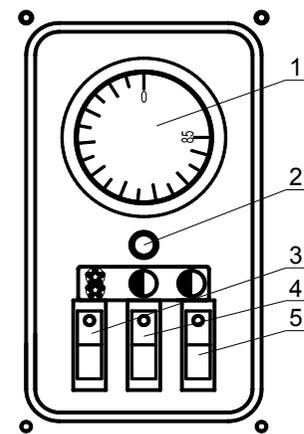

Рис.2 Панель управления.
4.7 На лицевой стороне кожуха закреплена панель управления рис.2 с установленными на неё элементами управления: регулятор температуры 1, лампа индикации 2, три клавишных выключателя 3,4,5. Регулятор температуры 1 служит для регулирования температуры воды в водонагревателе. Его термобаллон закреплен на верхнем фланце колбы.
7.4. Включите электропитание автоматическим выключателем, должна загореться сигнальная лампа 2 на панели управления рис.2.